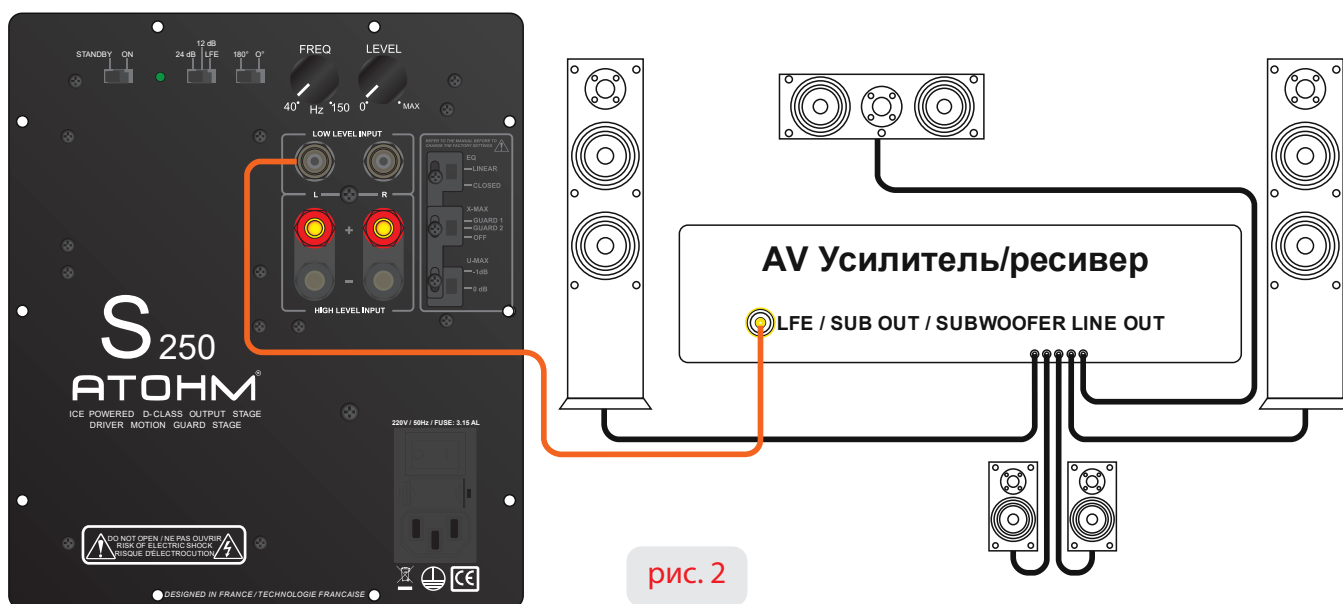

рис. 2
1. РАБОТА С AV УСИЛИТЕЛЯМИ/РЕСИВЕРАМИ/ПРОЦЕССОРАМИ С ВЫХОДНЫМ ГНЕЗДОМ ДЛЯ САБВУФЕРА (Рис. 2)